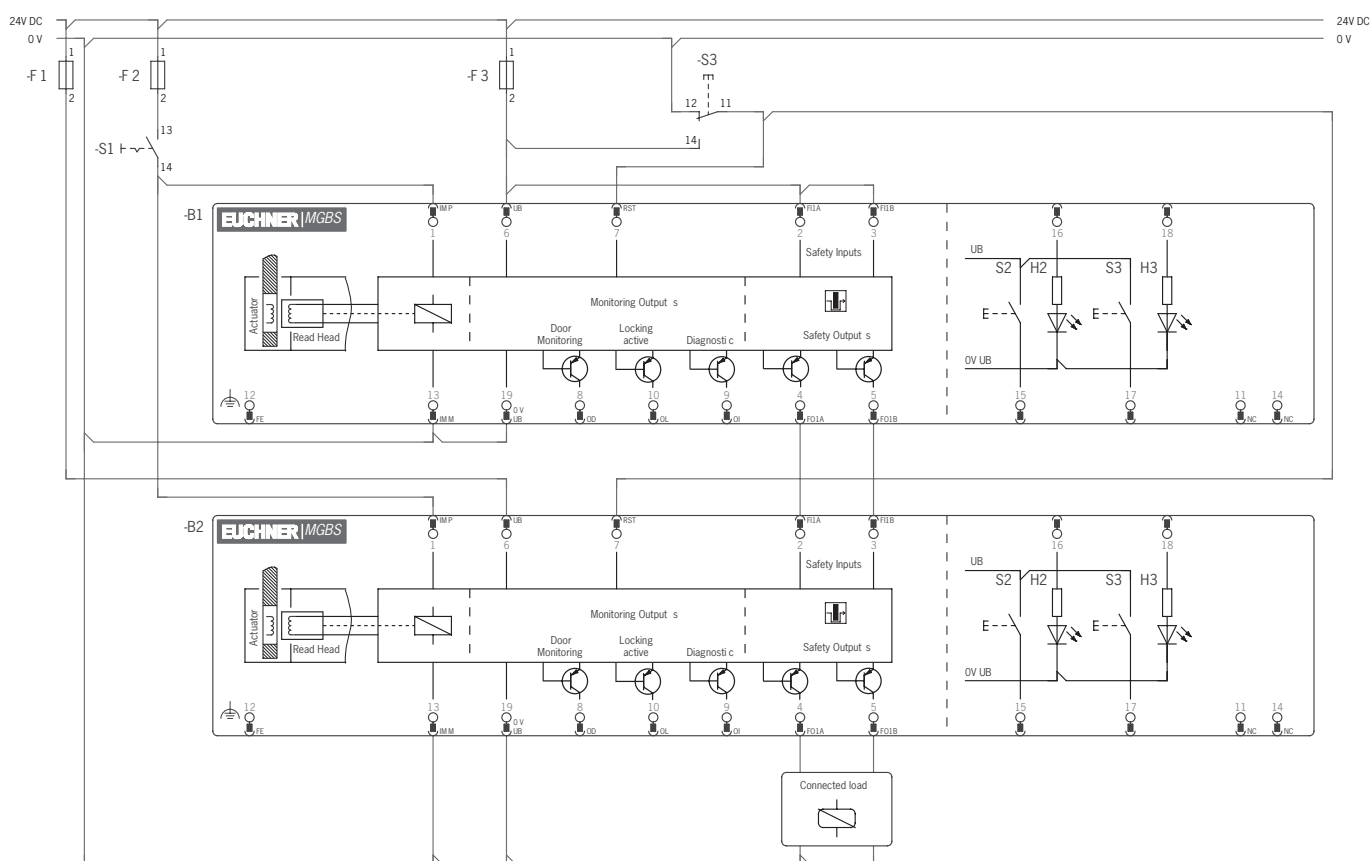

図 6: スイッチ・チェーン 1 つの接続例 (プラグコネクター M23 バージョン)
- ▶ チェーン内のロッキング モジュールすべてに共通の信号を使用してください。これには、切替スイッチまたは制御システムの出力のいずれかが考えられます。操作中、リセットは常に GND へ接続されているため、押しボタンは適していません (図 6 (P 34) のスイッチ S3 を参照)。
これを可能にするためには、RST 入力は図 6 (P 34) で示すように接続しなければなりません。